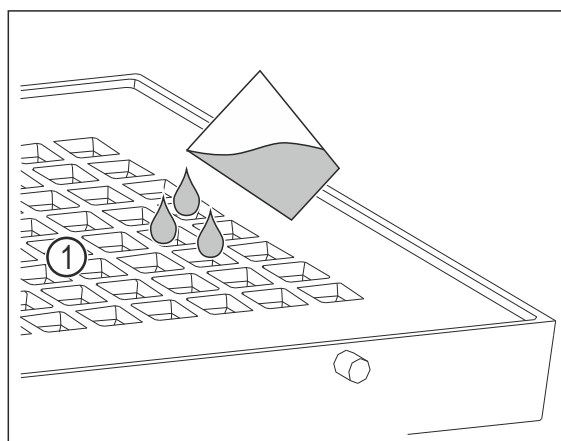

Fig. 109
- Напълнете максимум 400 ml вода през отворите Fig. 109 (1) в капака.